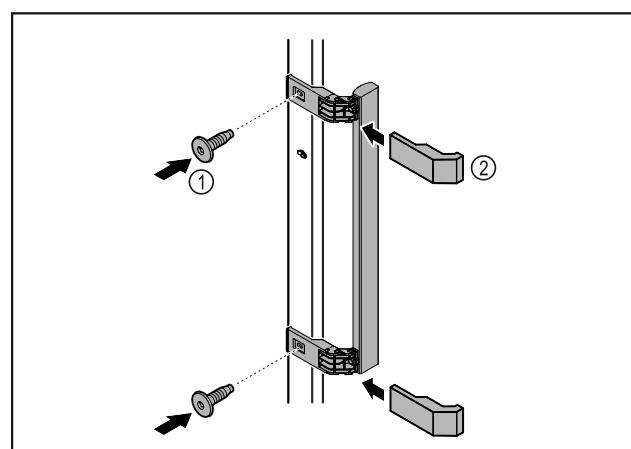

Fig. 9
- Ataşați mânerul din pachetul de accesorii la ușă cu ajutorul șuruburilor incluse Fig. 9 (1).
- Aplicați capacul Fig. 9 (2).